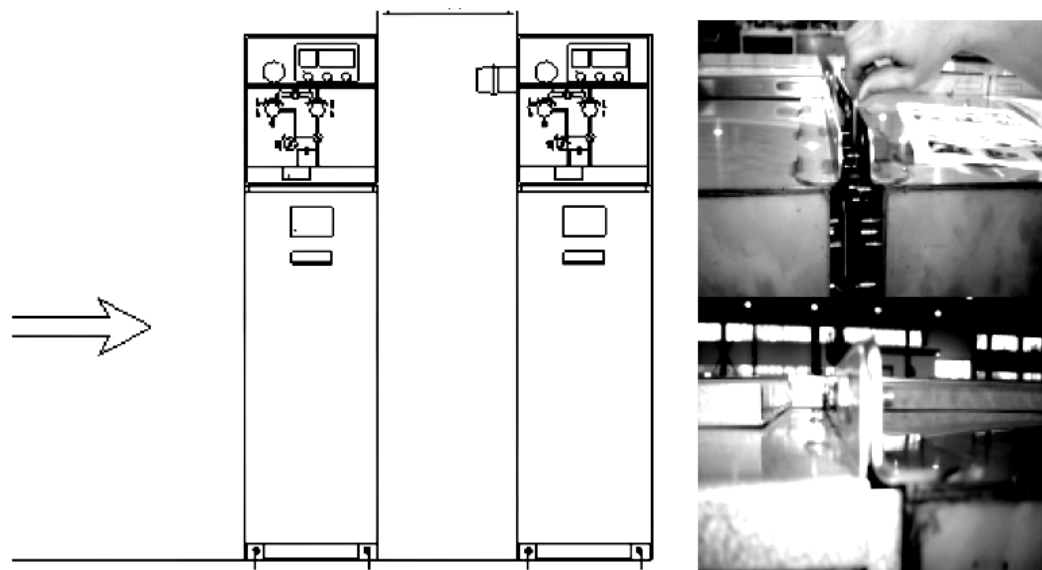

Рисунок 58 – Сборка ячеек
5) Переместите ячейку к закрепленной изначально ячейке (см. рисунок 58), чтобы оси изоляторов совпадали. В процессе перемещения необходимо продолжать корректировать относительное положение между двумя ячейками, чтобы погрешность в вертикальном и горизонтальном положении была не больше 2мм. Ячейки должны плотно соприкасаться друг с другом. Извлеките нейлоновые кабельные стяжки при расстоянии 3мм между ячейками.